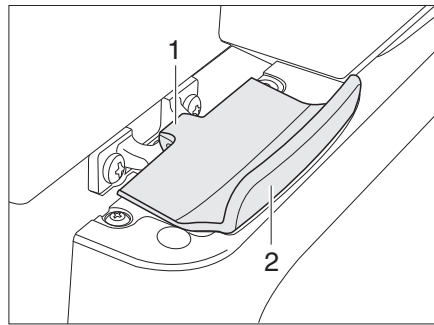

Bild 135 Lås till kylskåpsdörr, låst (Thetford)
- Öppna kylskåpsdörren med handtaget (Bild 135,2). Spärren (Bild 135,1) lossas automatiskt.